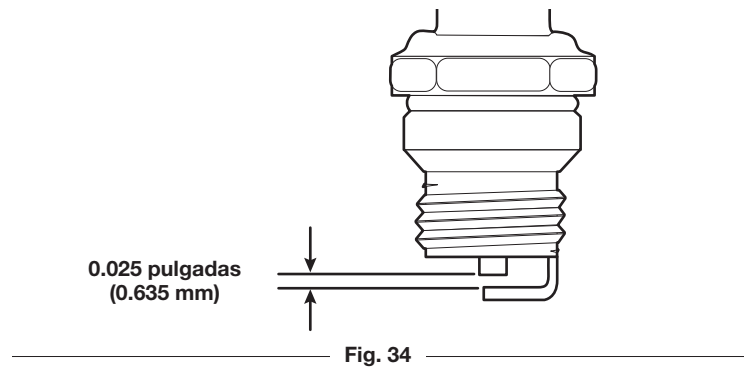

Fig. 34
4. Use un calibrador de separación para ajustar una separación de aire de **0.025 pulgadas (0.635 mm)** (Fig. 34).